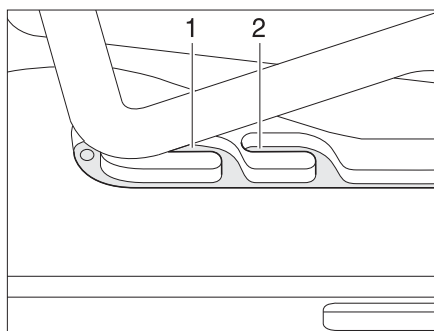
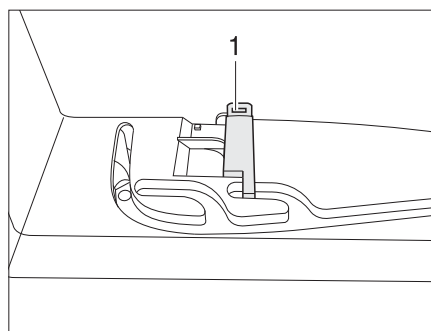

Fig. 31 Lanterneau basculant en position de ventilation
Fig. 32 Verrouillage en position de ventilation
Il est possible d'amener le lanterneau basculant en deux positions de ventilation: Position pour mauvais temps (Figure 31,1) et position intermédiaire (Figure 31,2). Suivant le modèle, il est possible de verrouiller le lanterneau en position intermédiaire avec le verrou (Figure 32,1).
- Pousser légèrement l'étrier vers le haut, le pousser dans la glissière choisie (Figure 31,1 ou 2) et le verrouiller si nécessaire.